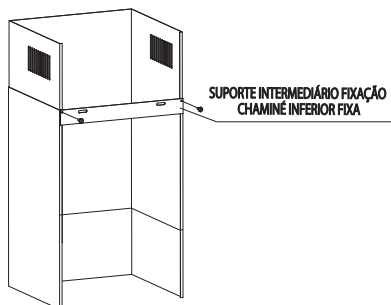

Fig. 28
**A chaminé inferior fixa**, deverá ser encaixada no corpo da coifa e fixada no suporte intermediário [Fig.28 e 29].